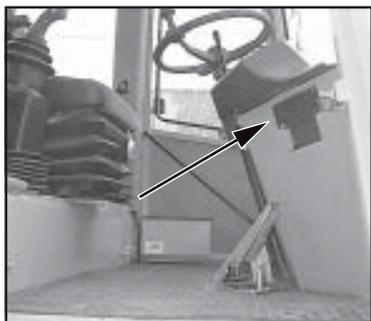

Bild 5-6
(2) Luftstromrichtung an den seitlich angebrachten Ausströmdüsen (Bild 5-6/Pfeil) einstellen.
(1) Turn the rotary switch (5-5/arrow) for the blower to position 0, 1 or 2, depending on the amount of air desired.
(2) Régler la direction du courant d'air à l'aide des buses placées sur le côté (figure 5-6/flèche).